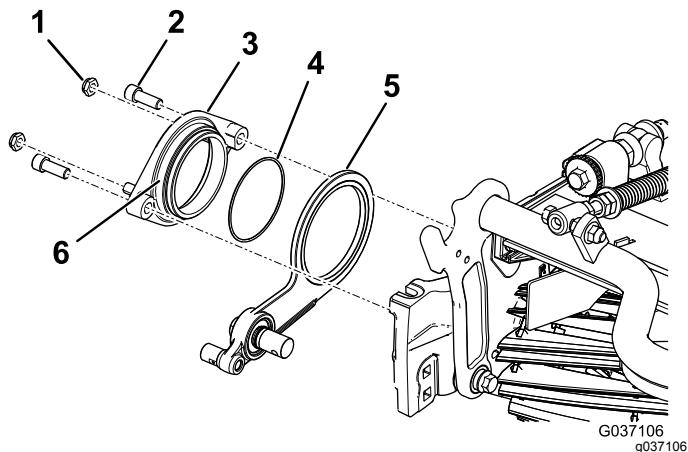

Рисунок 8
- Нанесите противозадирный состав по наружному диаметру поворотной ступицы в сборе (Рисунок 8).
- Прикрепите поворотную ступицу на натяжном шкиве в сборе к барабану с помощью 2 болтов с внутренним шестигранником (Рисунок 8).
- Установите, не затягивая, две контргайки на поворотную ступицу (Рисунок 8).